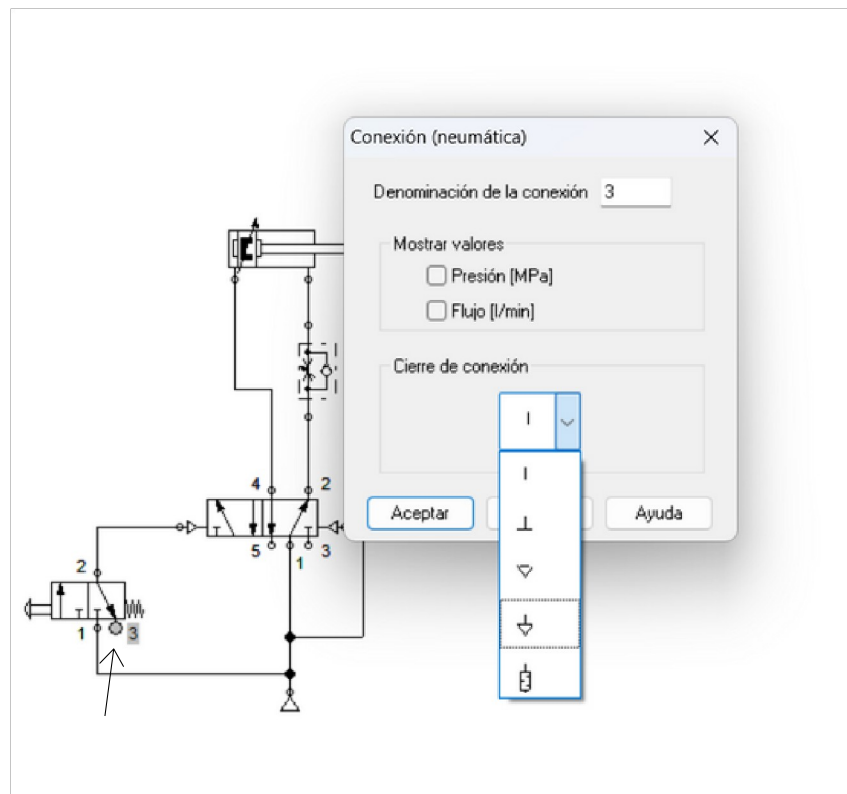

Ilustración 2.7
Paso 7.- cerramos todas las salidas de las válvulas. (Ilustración 2.7).